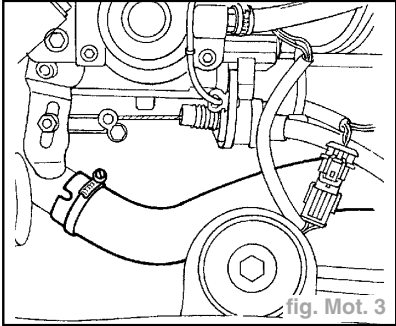

fig. Mot. 3
- Desserrer le collier de maintien, extraire la durit et recueillir le liquide de refroidissement dans un récipient de contenance appropriée (fig. Mot. 3).